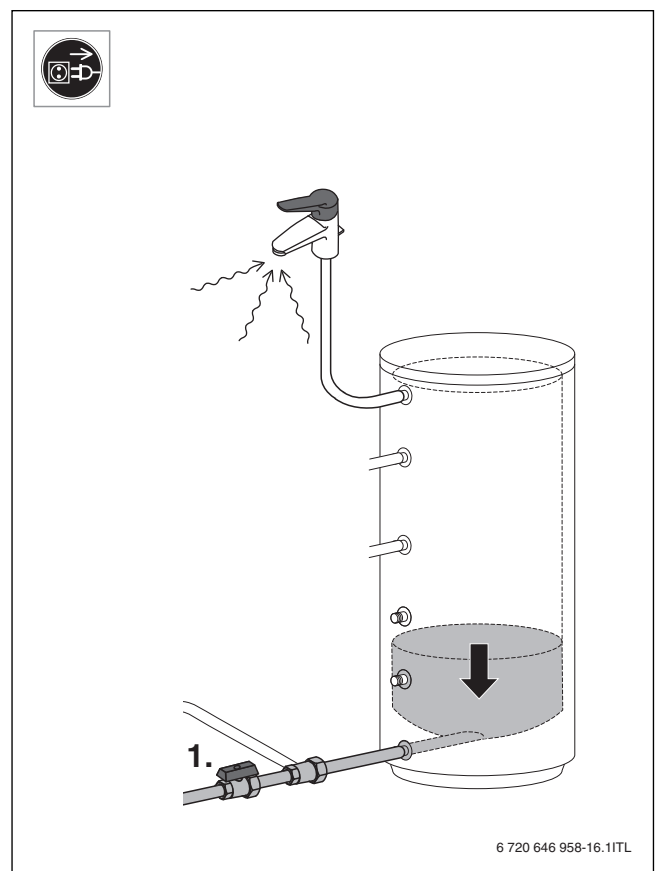

Fig. 25
- ▶ Boiler aftappen (→ afb. 25, pagina 73).